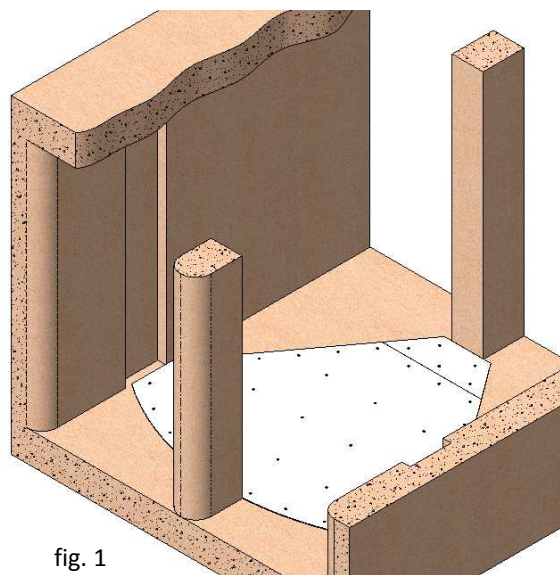

fig. 1
- Après avoir vérifié que l'ensemble est correct, il faudra placer la plaque base du corps (N°01 dans la figure 18) à son emplacement. Pour cela, il est nécessaire de la centrer horizontalement par rapport aux canaux, en même temps que l'extrémité du point de rotation est soutenue sur le mur où le support du joint de rotation va être fixé (fig. 1).